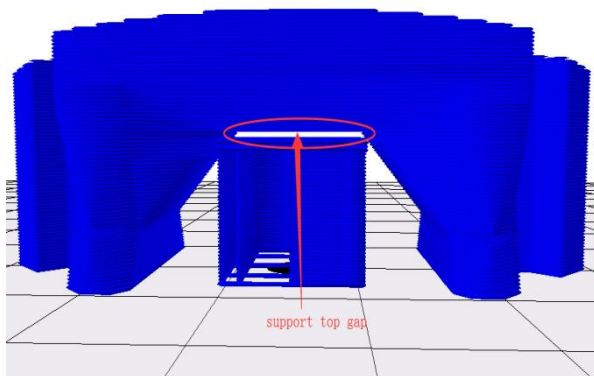

图 24，图中箭头所指为支撑顶部与模型的间隙
(4) 支撑的顶部距模型间隙（单位 mm）：即支撑顶部与模型表面的间距如图 24，数值越大，间距越大，支撑越容易剥离，但数值过大会造成支撑效果差，模型添加支撑部位出现悬垂；数值越小，间距越小，支撑从模型表面剥离时，模型表面会有残留料，影响模型表面的光滑度，当为 0 时支撑表面与模型紧紧连接，如果支撑表面的打印材料与模型是同一种材料会无法剥离；此值默认 0.18mm，是理想情况下较合适的值。用户可以在默认数值上打印测试，根据实际打印情况，上调或下调该参数，使模型获得较好的支撑效果且易从模型上剥离和获得较好的模型表面，上调或下调建议按 0.03mm 梯度增加或减少。